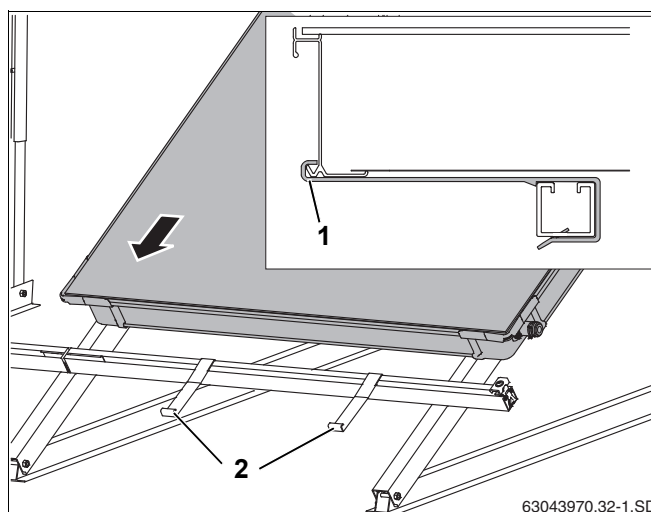

Рис. 46 Установка первого коллектора на профильные рейки
- ▶ Уложить первый коллектор на профильные рейки. Коллектор должен встать в крепления от сползания (рис. 46, поз. 2).
Нижний край коллектора должен войти в крепление от сползания (рис. 46, поз. 1).